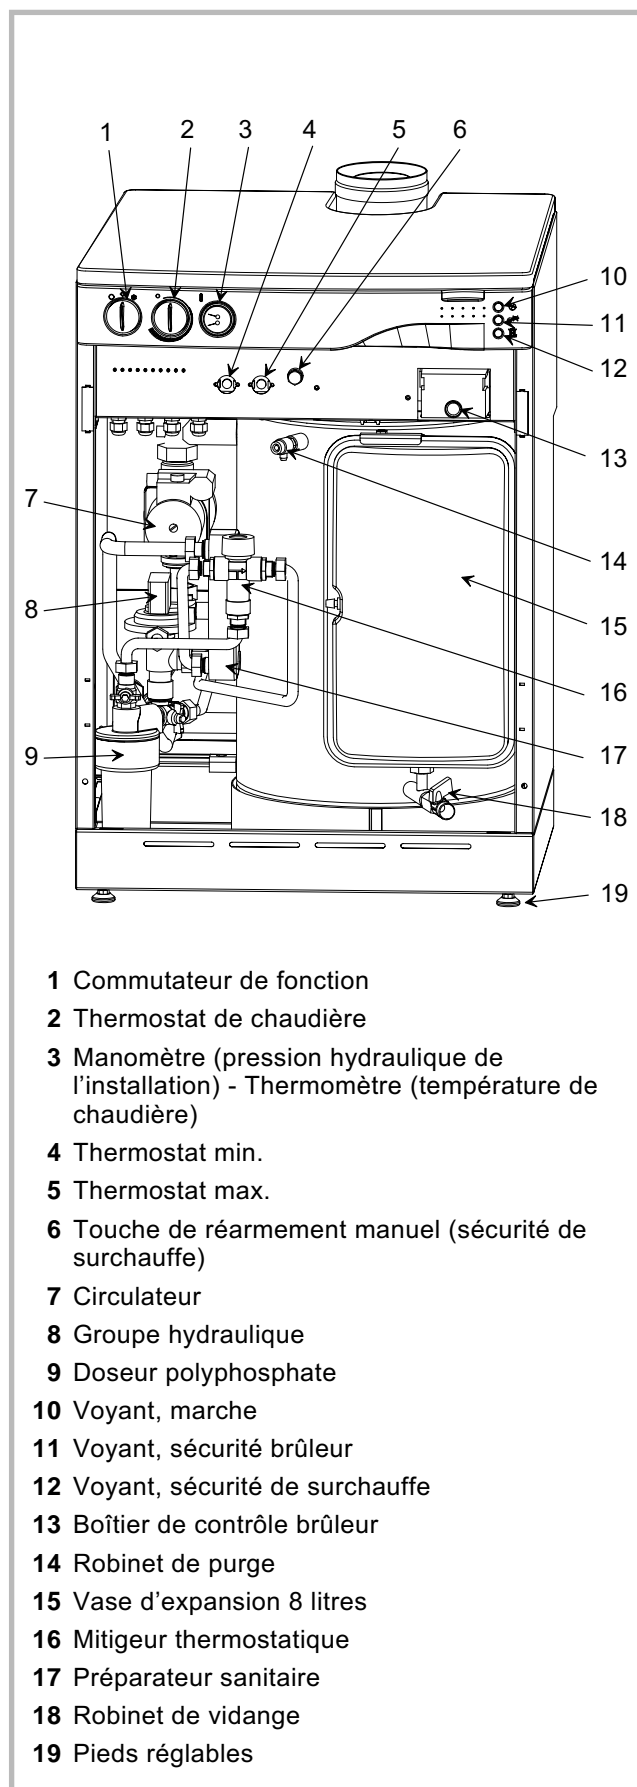

Figure 4 - Organes de l'appareil
Le socle doit être bien ventilé : Agir sur les pieds de la chaudière (rep. 19, fig. 4, p. 5) pour obtenir un passage d'air d'environ 15 mm entre le socle et le sol.
- Positionner la chaudière et régler les pieds (rep. 19, fig. 4, p. 5). **Rappel** : passage d'air entre socle et sol = 15 mm mini.